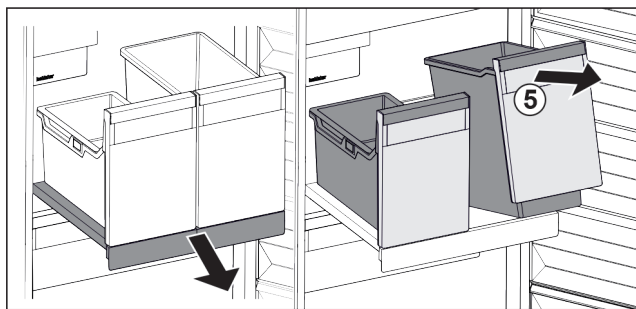

Fig. 25
- Soulever les bacs Fig. 25 (5) par l'avant.